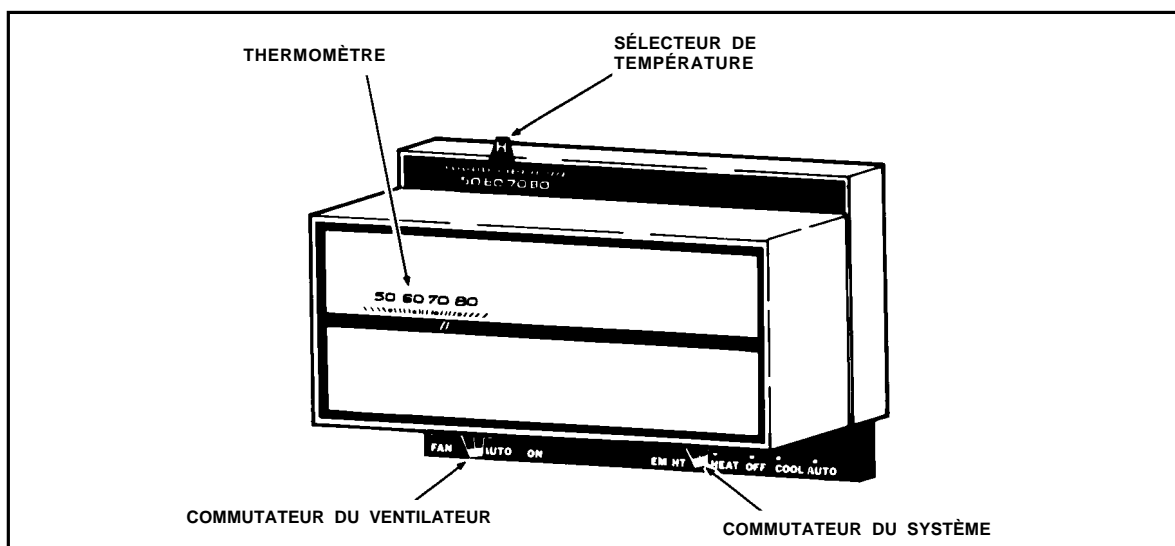

Figure 1. Thermostat typique
1. Régler le commutateur du thermostat sur REFROIDIR (COOL) et le commutateur du ventilateur du thermostat sur AUTO (Figure 1).
1. Régler le commutateur du thermostat sur CHAUFFER (HEAT) et le commutateur du ventilateur du thermostat sur AUTO (Figure 1).
1. Régler le commutateur du thermostat sur AUTO et le commutateur du ventilateur du thermostat sur AUTO (**Figure 1**).
Régler le commutateur du thermostat sur la position d'ARRÊT (OFF) et le commutateur du ventilateur du thermostat sur AUTO (**Figure 1**). Le système ne fonctionnera pas, peu importe les réglages de température du thermostat.
Régler le commutateur du ventilateur du thermostat sur la position MARCHÉ (ON) (**Figure 1**). Le ventilateur intérieur démarrera immédiatement et continuera de fonctionner jusqu'à ce qu'il soit réglé sur AUTO.